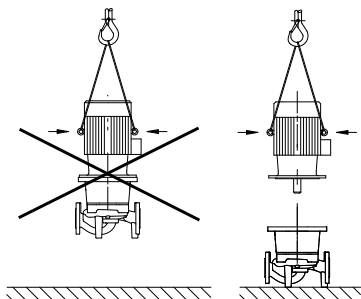

Fig. 8: Transport av motorn
- Transportöglorna på motorn får endast användas för transport av motorn, inte hela pumpen (fig. 8).